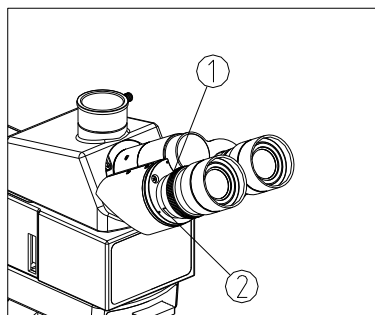

图 24
右目镜成像清晰后, 用左眼观察左目镜, 如果不清晰, 则旋转视度调节环①, 使成像清晰为止。(如图 24)